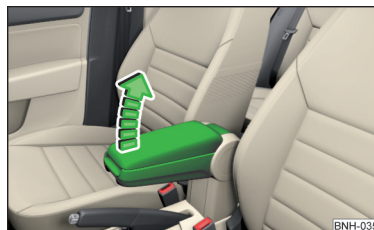

Abb. 54
- Zur **Höheneinstellung** die Armlehne in Pfeilrichtung in eine der fünf Raststellungen anheben » Abb. 54.